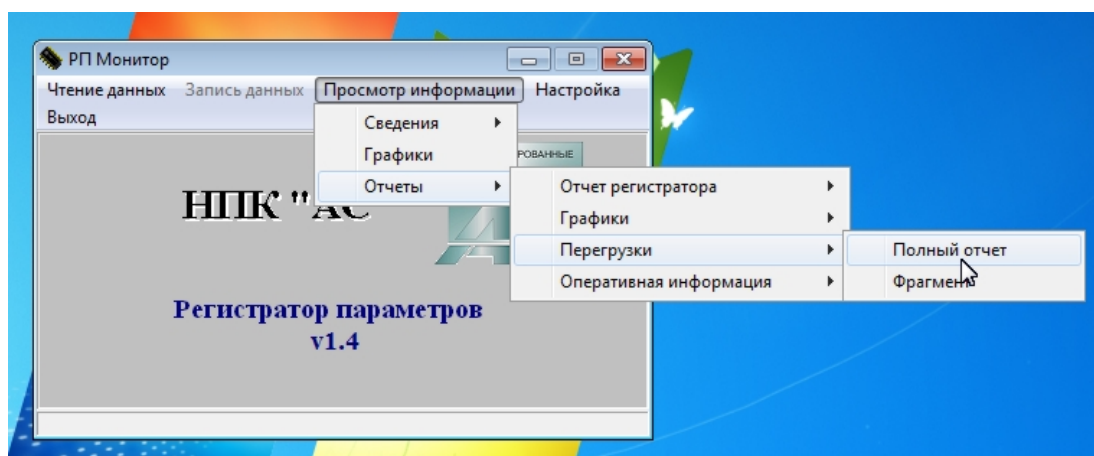
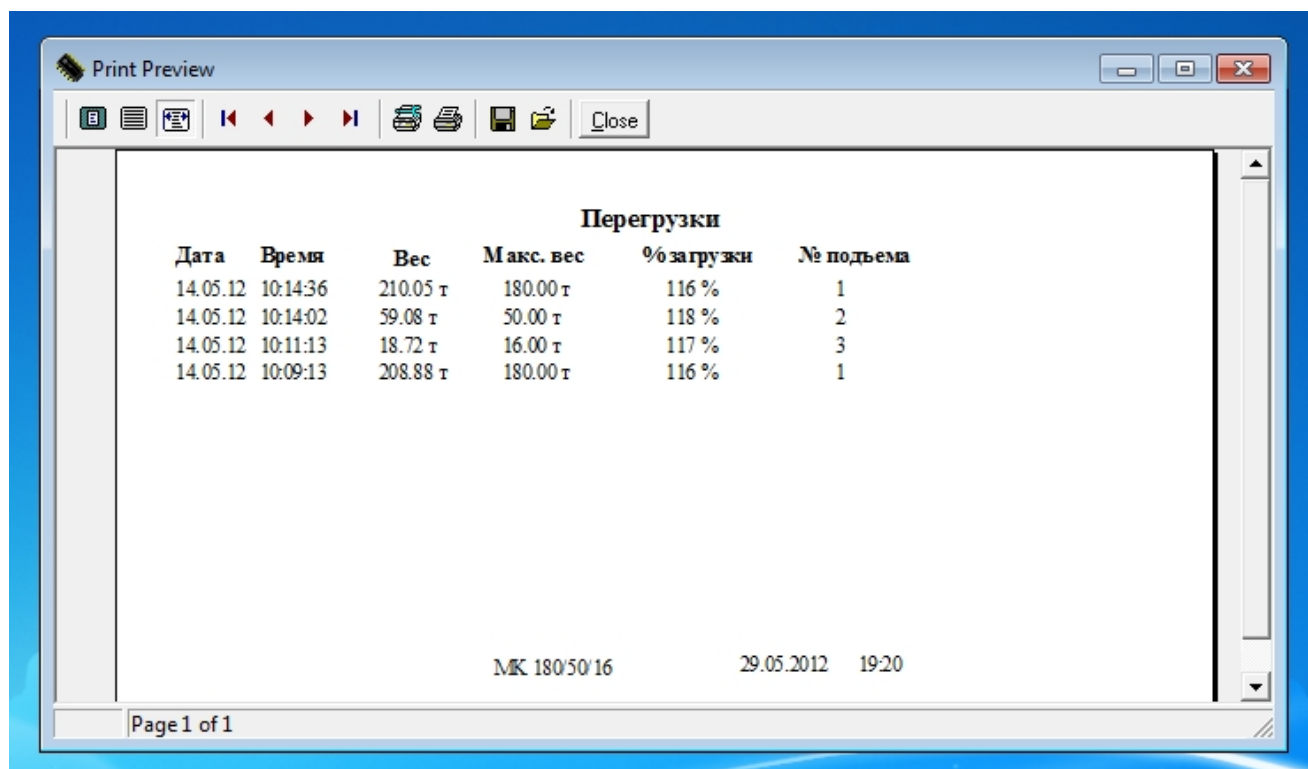

Рис. 29
Рис. 30
- перегрузки, Рис.29 (как полностью, Рис.30, так и выделенный фрагмент) ;